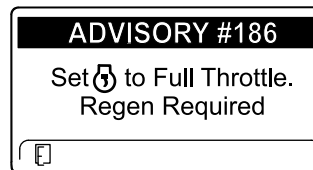

Figure 68
**Remarque:** Si la température d'échappement moteur est trop basse, l'InfoCenter affiche l'AVIS N° 186 (Figure 68) pour vous informer de régler le moteur à plein régime (ralenti accéléré).